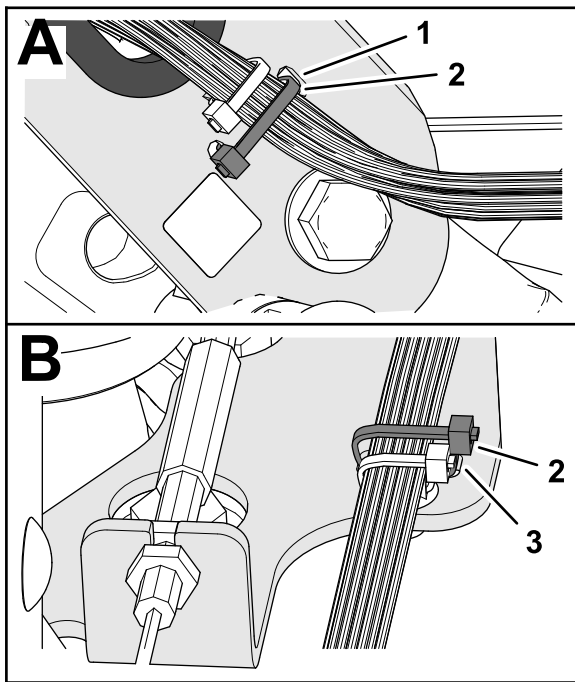

Рисунок 11
6. Прикрепите жгут проводов машины к швеллеру рукоятки управления с помощью кабельной стяжки через прорези в швеллере (Рисунок 11).